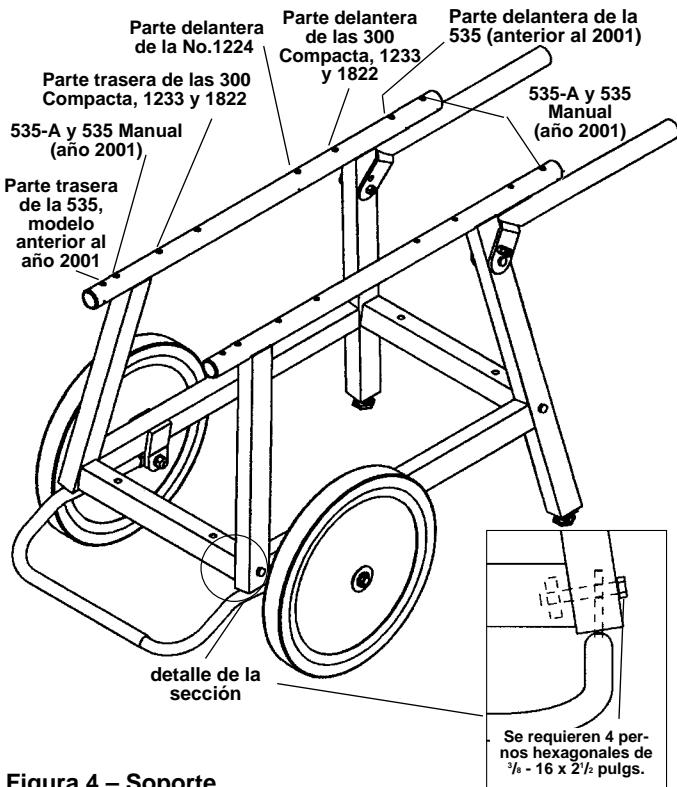

Figura 4 – Soporte
- Ensamble el soporte con las calcomanías interiores apuntando hacia el interior del soporte (*Figura 4*).
- Introduzca las barras del freno en la parte de abajo de las patas, como se muestra en el dibujo. Use los cuatro (4) pernos hexagonales de $\frac{3}{8}$ – 16 x $2\frac{1}{2}$ pulg. para fijar las patas a la viga cruzada. Ponga las dos mitades del freno del soporte a la distancia correcta para que encajen en las patas traseras del soporte. El Soporte No. 100 con Patas y Bandeja no requiere la barra de frenado ni la incluye.
CUIDADO Para funcionar en forma óptima y equilibrada, las máquinas RIDGID deben montarse al soporte sobre los agujeros correctos (*Figura 4*).